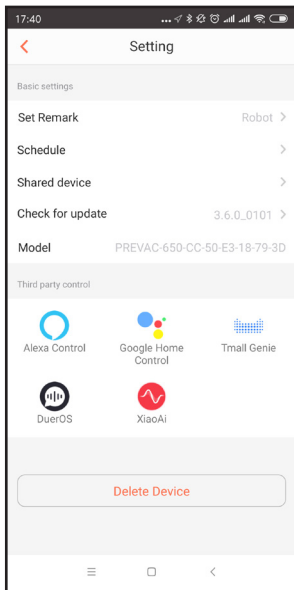
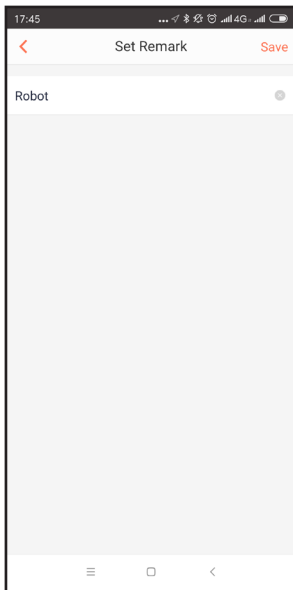
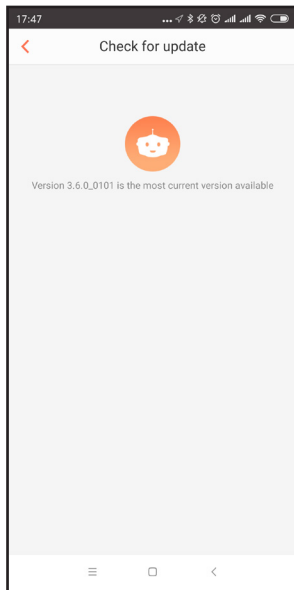

Рис. 11
Рис. 12
Рис. 13
6. Нажмите иконку «Setting» **[Рис. 11]**, чтобы переименовать Ваше устройство **[Рис. 12]**, настроить уборку по графику, настроить совместное управление устройством для нескольких пользователей, проверить наличие обновлений для Вашего устройства **[Рис. 13]**, настроить подключение к голосовым помощникам.